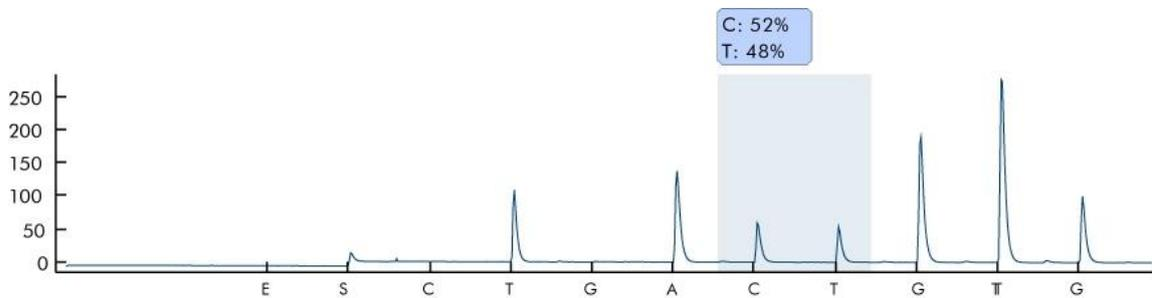

Figura 3. Pirogramma del processo 1.
30. **Aprire il processo nel software PyroMark Q24 MDx e analizzare tutti i pozzetti. Il pattern dei picchi dal Processo 1 deve essere come quello riportato nella Figura 3.**